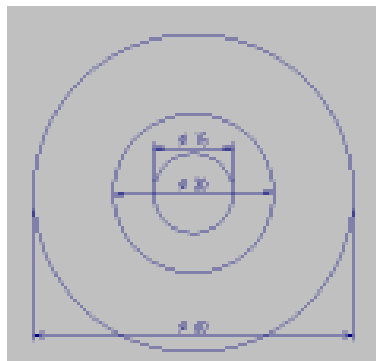

图 1-2 绘制圆形
4. 用相同方法,再绘制其他两个圆形,大圆形半径为 30,中间的圆形半径为 17.5,圆心的位置也为(0,0),效果如图 1-2 所示。